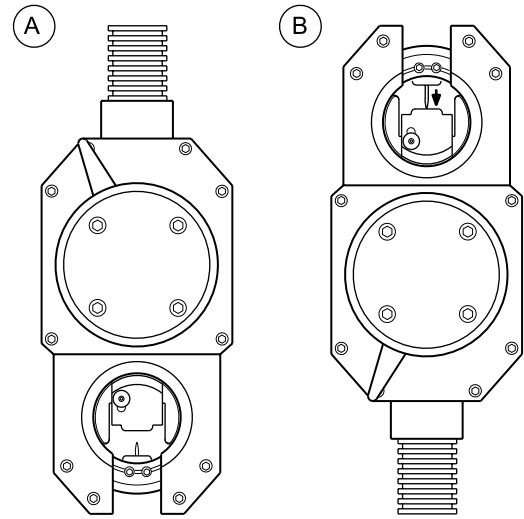

图 10 设定弧隙
2. 把弧隙测规插进转子内。参考图 10(A)。
3. 向上倾斜焊头。拧松钨棒螺钉，使钨棒掉落在测规表面上。参考图 10(B)。